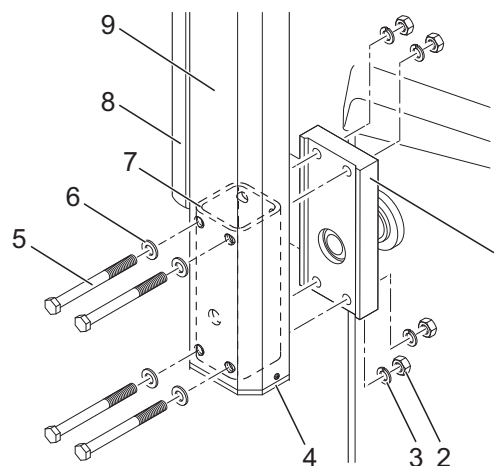

Bild 27: Montera bomröret
5. Skjut in fyrkantröret enligt bilden Bild 27 på flänssidan i bomröret.